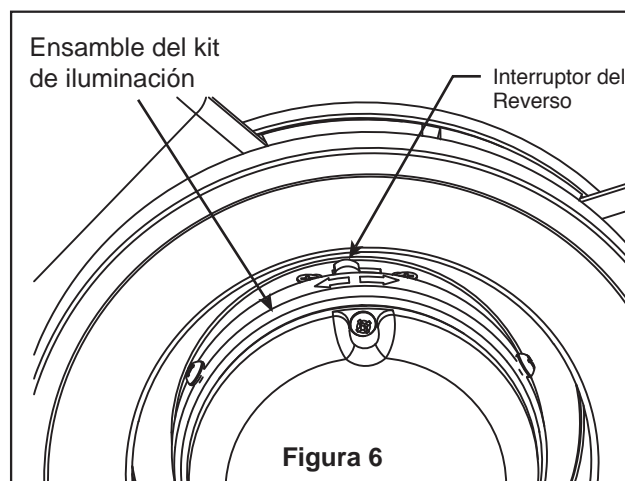

Figura 6
y asegure apriete. (Figura 6)**
6. Si quiere que el flujo del aire vaya en la dirección opuesta, apague el ventilador y espere a que las palas dejen de moverse. Extraiga la vidrio o la tapa de acero, deslice el interruptor de reverso ubicado en ensamble del kit de iluminación a la posición opuesta y encienda de nuevo el ventilador. Es posible que debe usar el destornillador o la herramienta de pasador para deslizar el interruptor del reverso. Nstale la vidrio o la tapa de acero en la ensamble de la placa de iluminación girándola en el sentido de las agujas del reloj. (Figura 6)